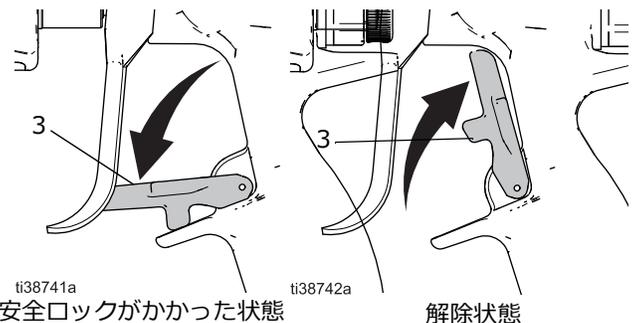

図 12: トリガーロックの位置
2. トリガーロック (3) を掛けます。図 12、15 ページを参照してください。
3. エアキャップアセンブリ (8) とスプレーチップ (7) を外します。
- トリガーロック (3) を掛けます。図 12 を参照ください。
- トリガーロック (3) を解除します。図 12 を参照ください。
- スプレーチップ (7) やガン液体供給ホース (G) が詰まっているか、圧力が完全に開放されていないと思われる場合:
- 保持リング (8b) またはホース端カップリング (22) を非常にゆっくりと緩めて、徐々に圧力を開放します。
- ナットまたはカップリング (22) を完全に緩めません。